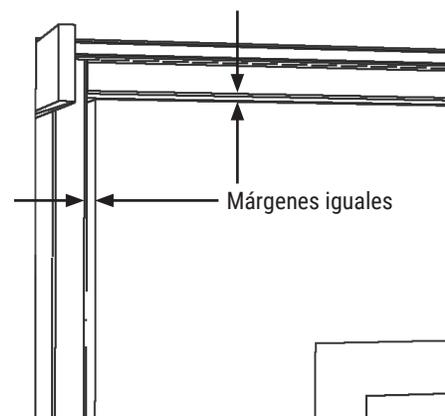

Figura 4b
**TODAS LAS JAMBAS DEL PESTILLO:** Párese donde pueda ver las bisagras después de que la puerta esté cerrada. Cierre la puerta e inspeccione la igualdad de los márgenes a lo largo de toda la longitud de las jambas frontales y pestillo (**Figura 4b**). Asegúrese de que el margen entre la jamba frontal y la puerta sea igual al margen entre la jamba del pestillo y la puerta. Ajuste las cuñas hasta que los márgenes sean iguales.